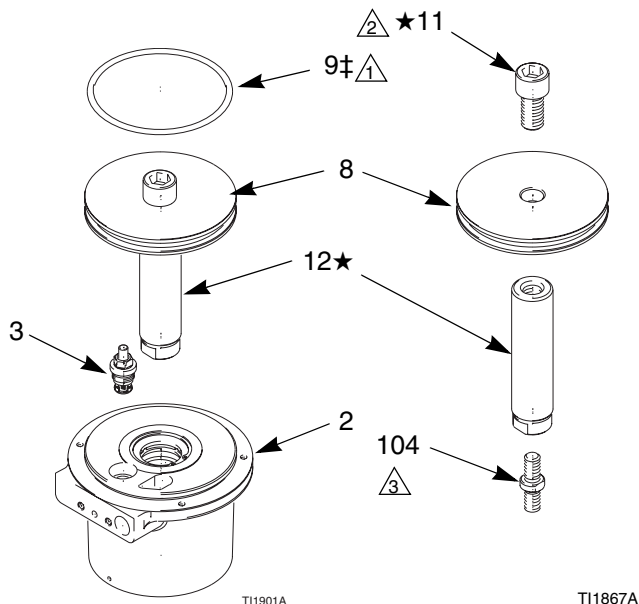

ABB. 10. Luftmotorkolben
5. Den Kolben (8) und die Stange (12) gerade aus dem Luftmotorgehäuse (2) herausziehen. Den Kolben auf keinen Fall schräg halten, um Schäden an der Stange zu vermeiden. Den O-Ring (9) und das Vorsteuerventil (3) entfernen. Siehe ABB. 10.
6. Die Kolbenstange (12) auf Verschleiß oder Beschädigungen überprüfen. Wenn die Stange beschädigt ist, muss der Kolbensatz zerlegt werden. Verbindungsstange (104) und Kolben (8) für die weitere Verwendung aufbewahren. Kolbenstange (12) und Kopfschraube (11) wegwerfen. Diese Teile müssen gemeinsam ausgetauscht werden.
2. Falls der Kolben zerlegt wurde, müssen die Kopfschraube (11), der Kolben (8), die Stange (12) sowie die Verbindungsstange (104) wieder zusammengebaut werden. Siehe ABB. 10. Die flache Seite des Kolbens muss nach oben gerichtet sein. Die Kopfschraube mit 150-163 Nm festziehen. Dabei Loctite, aus dem Satz auf das Gewinde auftragen. Die Verbindungsstange mit 61-68 Nm festziehen.
3. Das Vorsteuerventil (3) im Gehäuse (2) installieren. Den O-Ring (9) am Kolben (8) einsetzen. Die Kolbenstange (12) und den O-Ring (9) einfetten und den Kolben vorsichtig in das Gehäuse setzen.